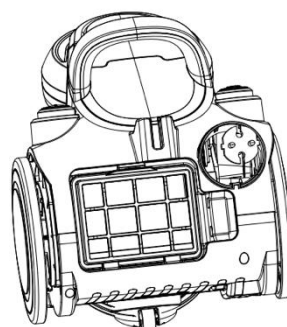

Fig.11
- 2) Come in fig.11, estrarre il filtro.